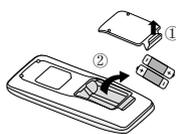

Fig.1
1. Levante la cubierta siguiendo la dirección de la flecha (tal y como se muestra en la fig. 1 ①).
2. Extraiga las pilas viejas (como se muestra en la fig. 1 ②).